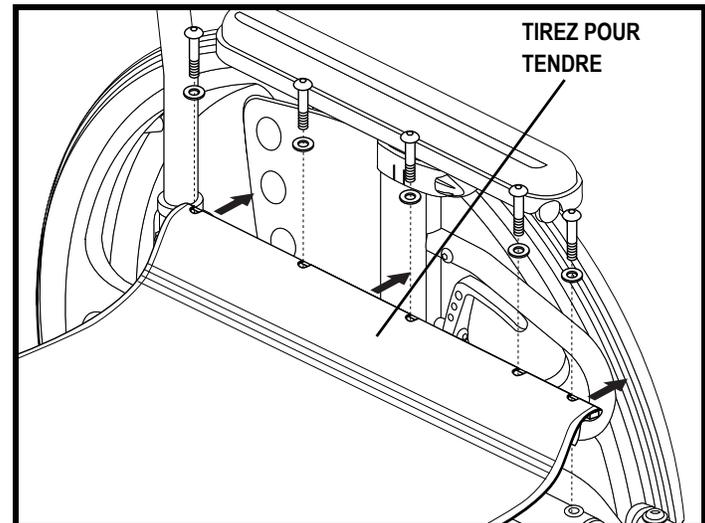

Figure 46. Réglage de la tension du siège
1. Desserrez les vis qui attachent longeron sur le côté gauche (côté avec bande de velcro). **Voir la figure 46.**